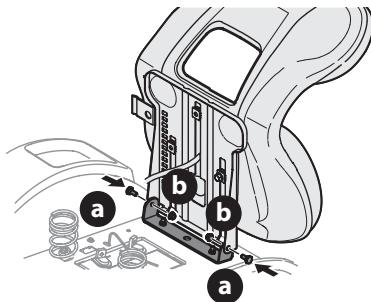

Figure 3
- Fixez un côté du siège au support avec les boulons à épaulement (a) et les écrous autobloquants (b) retirés à l'étape 3. Retenez le siège pendant que vous enlevez le tournevis Phillips et que vous fixez l'autre côté. Prenez garde de ne pas coincer ou endommager le faisceau de câbles pendant que vous installez le siège (Figure 3). Serrez à un couple de 9 à 12 N m (de 84 à 103 po-lb).